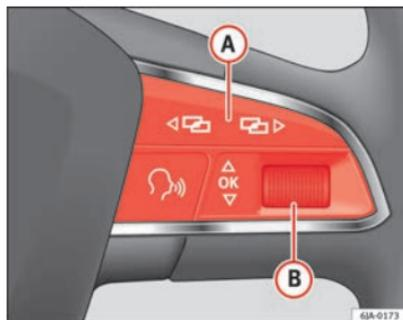

Fig. 37 Volant multifonction : commandes au volant
- Le **Menu principal** est activé en appuyant sur les touches **A** ⇒ fig. 37 du volant multifonction.